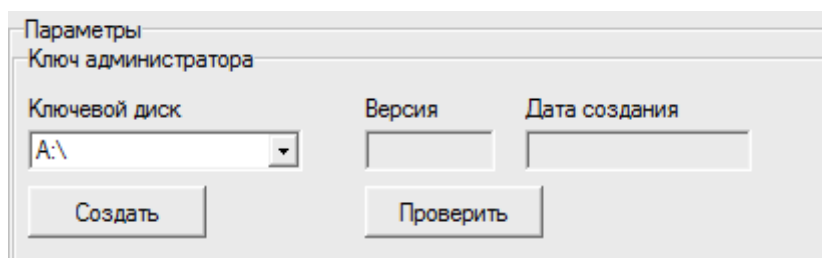

Рисунок 30.
- В списке «Ключевой диск» группы «Ключ администратора» (см. рисунок 30) выбрать диск, который будет использован для хранения ключевой информации;